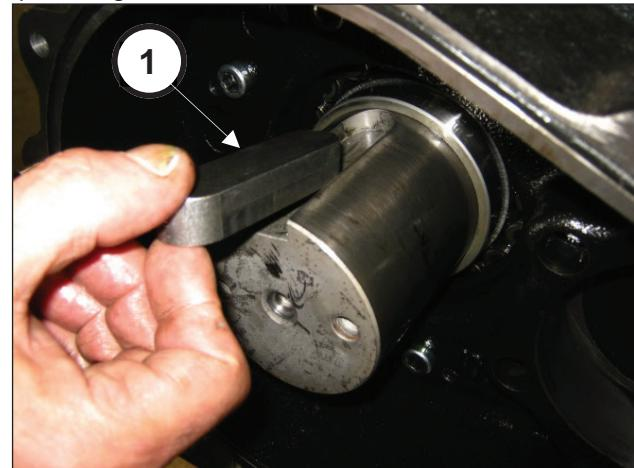

Fig. 74
Introducir la lengüeta 22x14x80 en el alojamiento del eje (pos. ①, Fig. 74).